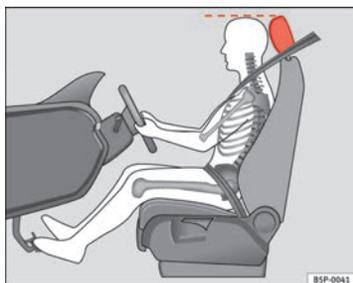

Fig. 2 Corretto posizionamento del poggiatesta del conducente
- Regolare il poggiatesta portando il suo bordo superiore alla stessa altezza della parte superiore della testa ⇒ fig. 2.